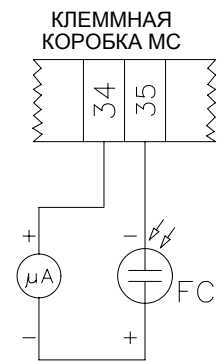

Рис. 36
- Проверить и аккуратно почистить фотоэлемент UV улавливания пламени и, если необходимо, заменить его. В случае возникновения сомнения, проверить контрольный контур, после того, как горелка будет вновь запущена, согласно схеме на Рис. 36;
Рис. 36. Если сигнал не укладывается в указанные значения, проверить электрические контакты, чистоту головки сгорания, положение фотоэлемента и при необходимости заменить его.